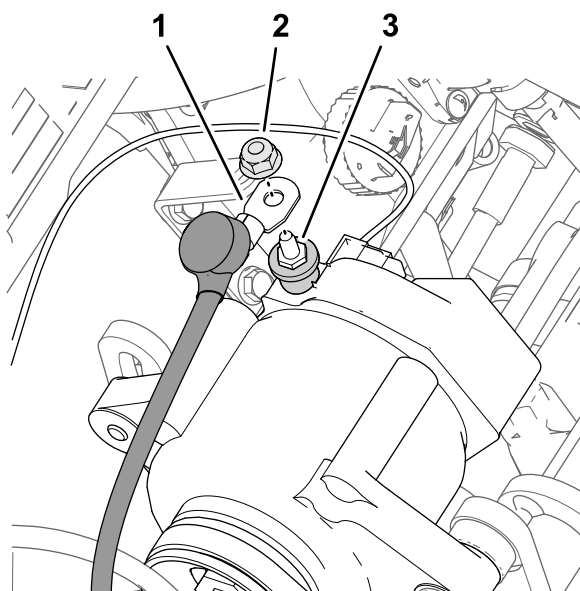

Figura 185
3. Retire a porca do terminal (Figura 185) do alternador (50 A).
4. Instale o fio vermelho, de grau 6, do alternador no terminal do alternador (50 A) com a porca (Figura 185).
7. Deslize a cobertura de isolamento sobre o terminal do alternador (Figura 185).